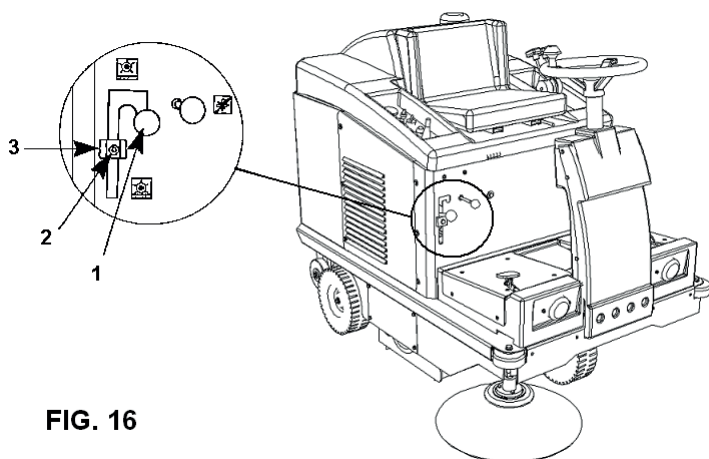

FIG. 16
- Ослабьте винт (**Деталь 2, Рис. 16**).
- Опустите устройство регулировки (**Деталь 3, Рис. 16**) на 3/4 мм или другое желаемое расстояние.
- Зафиксируйте устройство регулировки, затянув винт (**Деталь 2, Рис. 16**).
- Установите рычаг (**Деталь 1, Рис 16**) над устройством регулировки (**Деталь 3, Рис. 16**).
- Положение центральной щетки можно регулировать до тех пор, пока устройство регулировки (**Деталь 3, Рис. 16**) не достигнет конца диапазона; после этого щетку необходимо заменить.